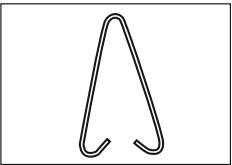
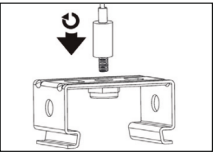

Рис. 4
Рис. 5
- 5.18 Для установки осветительного прибора на подвесы используйте скобы (2 шт. – рис. 4) для подвешенного монтажа (входят в комплект поставки) или тросовую систему подвеса (рис. 5) (в комплект поставки не входит и приобретается отдельно).